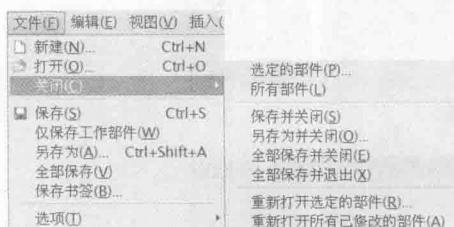

图 1-7 “重新打开选定的部件”界面
(4) 重新打开选定的部件。在菜单栏中单击【文件】→【关闭】→【重新打开选定的部件】命令，如图 1-7 所示(或选择【重新打开所有已修改的部件】，也可以打开以前打开过的文件)。